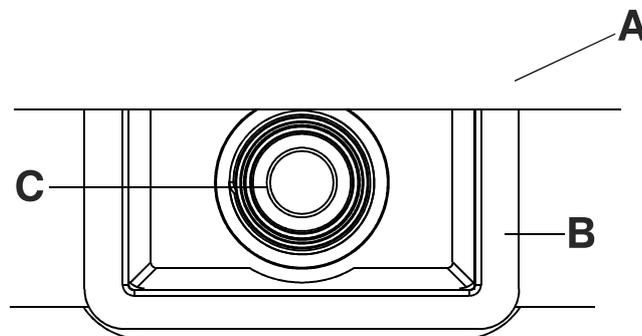
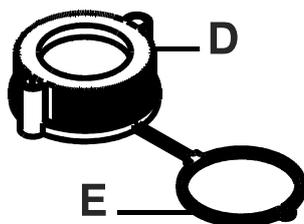

Abbildung 3-7: Luftanschlussbox und Ventilkörper
Abbildung 3-8: Deckel und Halteleine
- Den Ventilkörper (C) und nach außen ziehen, so dass die Luftanschlussbox (B) über die Auflagenabdeckung hervorsteht (A) (Abbildung 3-7 auf Seite 3-21).
- Die Halteleine (E) (Abbildung 3-8 auf Seite 3-22) über den Ventilkörper (C) drücken (Abbildung 3-7 auf Seite 3-21). Die Halteleine (E) im Uhrzeigersinn drehen, bis sie das Gewinde am Ventilkörper passiert hat (C).
- Darauf achten, dass der Deckel (D) (Abbildung 3-8 auf Seite 3-22) sich auf den Ventilkörper (C) schrauben lässt (Abbildung 3-7 auf Seite 3-21).
- Die Luftanschlussbox (B) wieder in die Betauflage drücken.